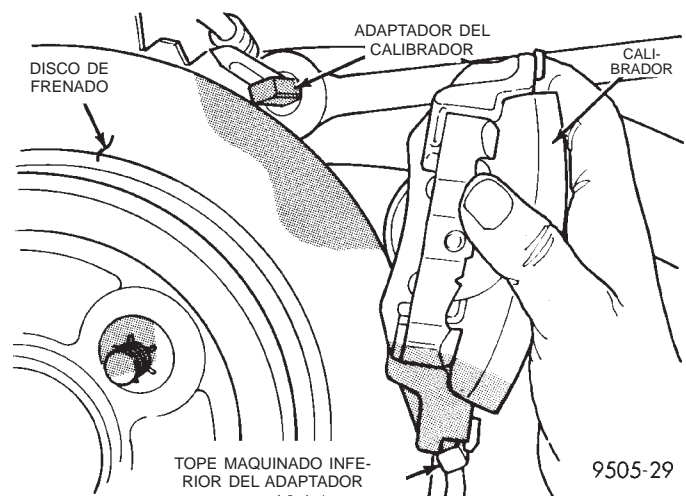

Fig. 71 Desmontaje del conjunto de calibrador del adaptador
(4) Retire del adaptador y el rotor el calibrador, haciendo girar primero el extremo libre del calibrador para separarlo del adaptador. Después deslice el extremo opuesto del calibrador para sacarlo de abajo del tope maquinado del adaptador (Fig. 71).
(rotor), invirtiendo el procedimiento de desmontaje (Fig. 71). Asegúrese de que los pernos del pasador guía, los casquillos y los manguitos queden separados de los topes del adaptador.